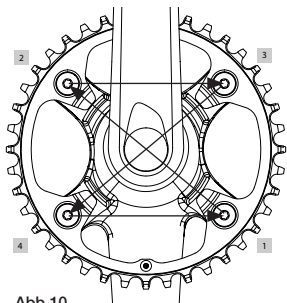

Abb.10
- Befolgen Sie beim Festziehen der vier Schrauben eine Reihenfolge über Kreuz (1-2-3-4) (Abb. 10).